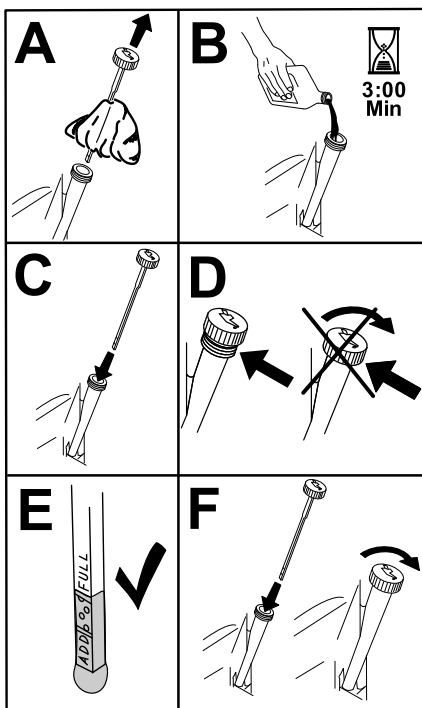

Figure 33
8. Versez lentement environ 80 % de l'huile spécifiée dans le tube de remplissage, puis faites l'appoint lentement jusqu'à ce que le niveau atteigne le repère **maximum** (Figure 33).